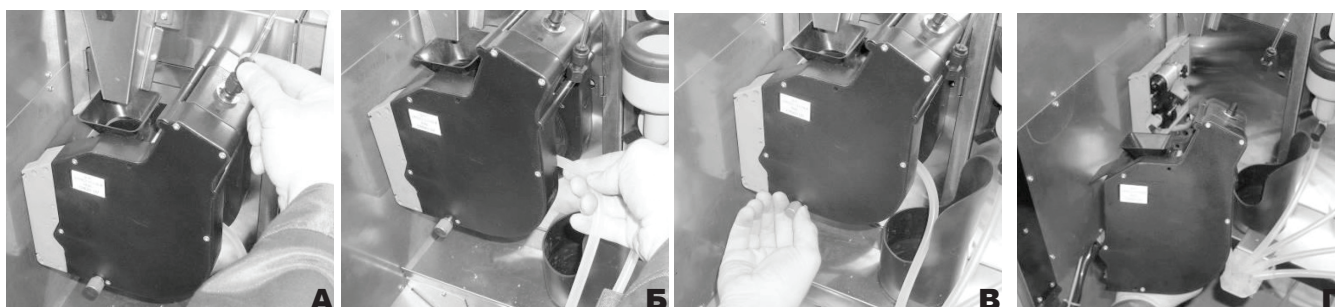

Рисунок 6.3
- Отсоедините трубку подачи горячей воды, нажав на цангу фиксатора (см.рис.6.3а).
- Открутите против часовой стрелки винт крепления группы эспрессо (см.рис.6.3в).
- Приподнимите вверх правый нижний угол группы эспрессо, затем потяните на себя (см.рис.6.3г).